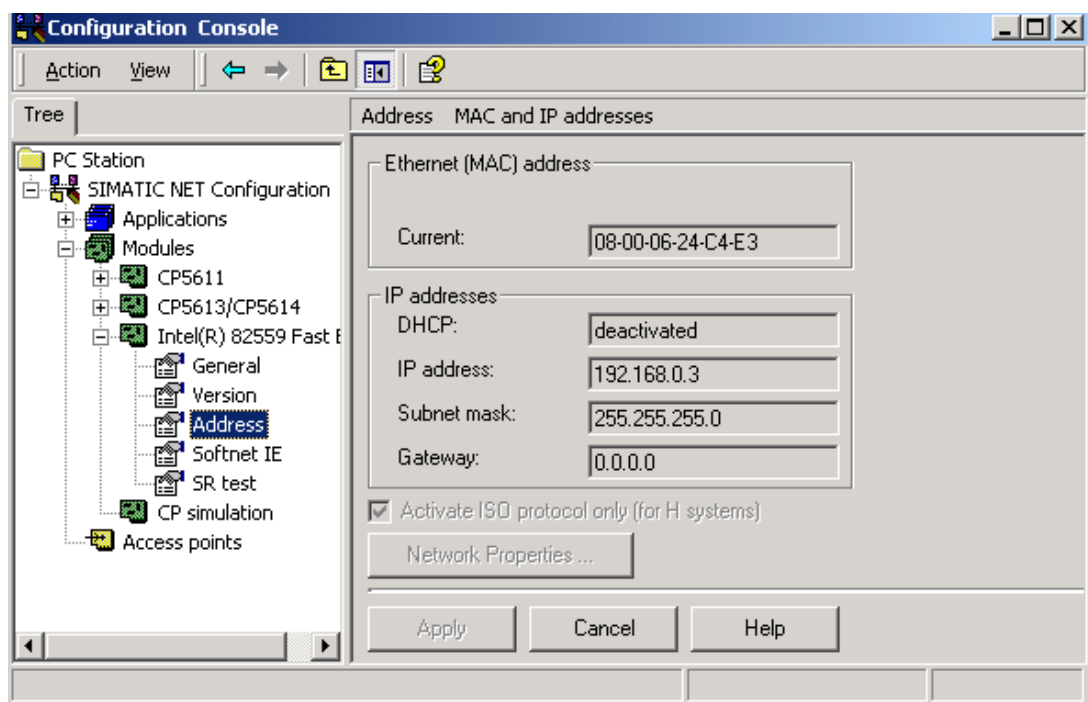
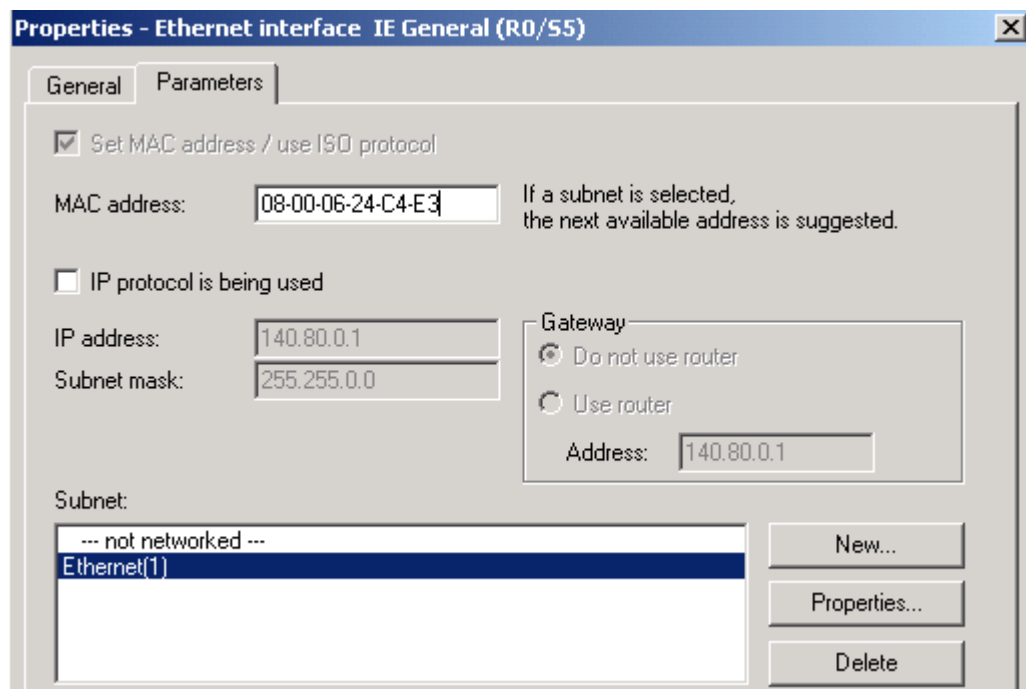

图 2.12 WinAC 所在 PC 机网卡的 MAC 地址
图 2.13 设置以太网卡属性
4. 打开 WinAC 所在 PC 机上的“Configuration Console”，如图 2.12 所示，记下这台 PC 机的以太网卡的地址，图上所示的以太网的 MAC 地址为“08-00-06-24-C4-E3”。
5. 回到 Step7 所在的 PC，在硬件组态窗口中选择硬件目录中的“IE General”并将它拖放到第五个插槽中，弹出“Properties-Ethernet interface IE General”对话框，单击按钮“new”添加一以太网网络，选中“Set MAC address/use ISO protocol”复选按钮，输入如图 2.12 所示的 MAC 地址，取消“IP protocol is being used”复选按钮，结果如图 2.13 所示，单击“OK”关闭配置设置以太网卡属性对话框。